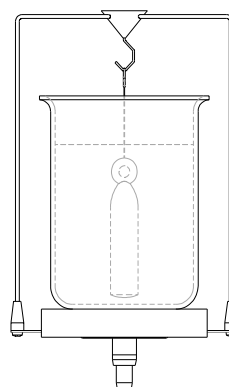

Abb. 2
3. Behälter mit der Flüssigkeit auf die Waage stellen und den Glaskörper eintauchen (Glaskörper darf den Boden nicht berühren) und «SET» drücken (Abb. 2).